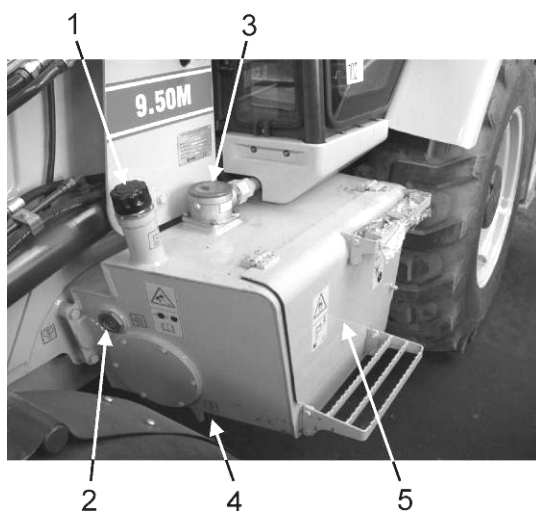

Рис. 5.37. Бак гидравлической системы
3. Проверить уровень масла в баке гидравлической системы. Уровень масла проверяется через смотровое окошко (2, Рис. 5.37). Уровень масла должен быть посередине высоты смотрового окошка.
4. При необходимости долить масло в бак до требуемого уровня. Для этого необходимо медленно открутить пробку (1) заливной горловины бака и долить в бак масло до достижения им уровня верхней кромки смотрового окошка. Сорт масла должен соответствовать сортам масел, указанным в этом Разделе выше в таблице 2 и в таблице 3.
5. Медленно выкрутить пробку заливной горловины бака гидравлической системы (1, Рис. 5.37).
9. Свинтить колпачковую, защитную гайку автоматического сливного клапана (4).
10. В сливной клапан вместо колпачковой гайки (4) вкрутить сливной шланг, входящий в комплектацию машины. Другой конец шланга поместить в емкость с объемом, позволяющим вместить все масло, сливаемое из бака гидравлической системы в целом. По мере накручивания гайки шланга на сливной клапан, клапан будет автоматически открываться. При полностью накрученной гайке произойдет полное открытие сливного клапана.
16. Наполнить бак чистым маслом до уровня верхней кромки смотрового окошка (Рис. 5.37) (смотри таблицу 2 «КАРТА СМАЗКИ МАШИНЫ И ЗАПРАВОЧНЫЕ ЕМКОСТИ» и таблицу 3 «ЗАМЕНИТЕЛИ МАСЕЛ, СМАЗОК, ОХЛАЖДАЮЩЕЙ ЖИДКОСТИ И ТОПЛИВА»).